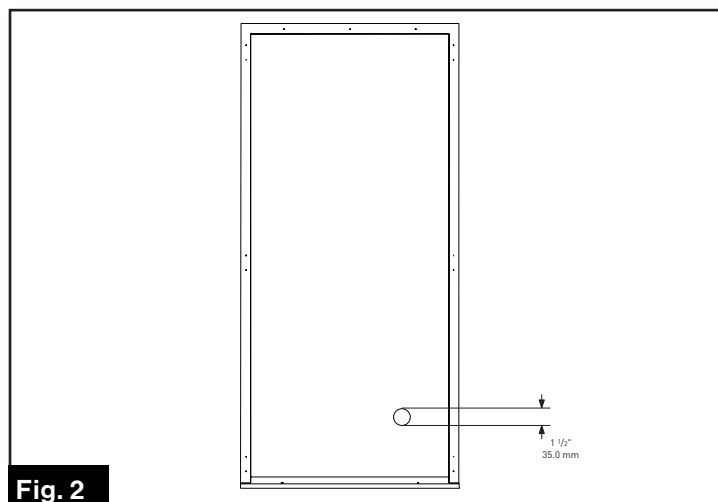

Fig. 2
3. Perfore un orificio de 1½" en la pared del vehículo con una sierra perforadora. (Fig. 2) Extienda el cable de alimentación desde el orificio de corte hasta el orificio de corte y conéctelo al refrigerador (consulte la sección "Conexión eléctrica" para obtener más información).